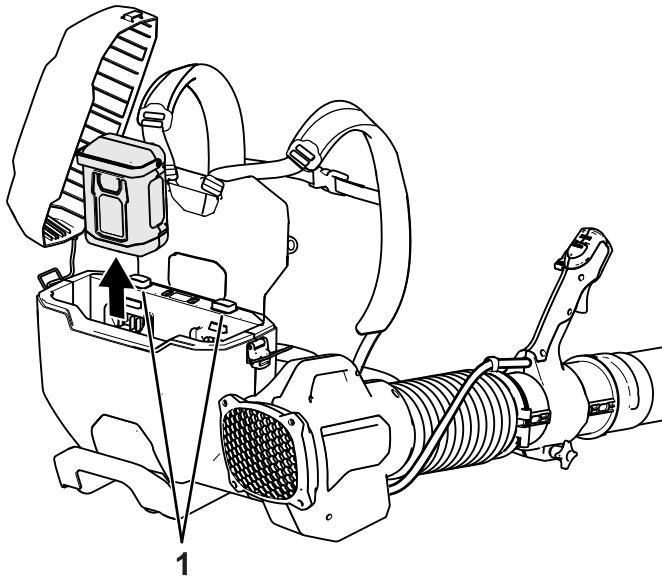

Figure 22
3. Appuyez sur le bouton de verrouillage et soulevez la ou les batteries hors du bloc dorsal (Figure 22).